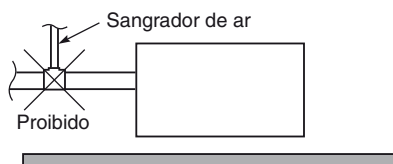

Fig.3-10
- Não instale um sangrador de ar pois isso pode causar o salpico de água da saída do tubo de drenagem. (Fig. 3-10)